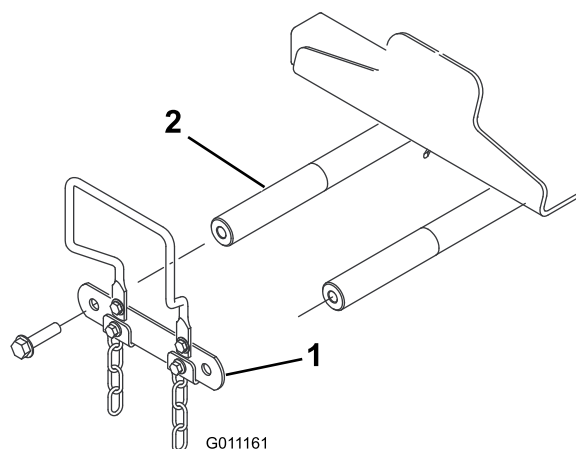

Figura 10
1. Retire os 2 parafusos que fixam a ligação do veio da articulação do braço de elevação aos veios da articulação do braço de elevação e retire e guarde a ligação do veio da articulação e os parafusos (Figura 10).